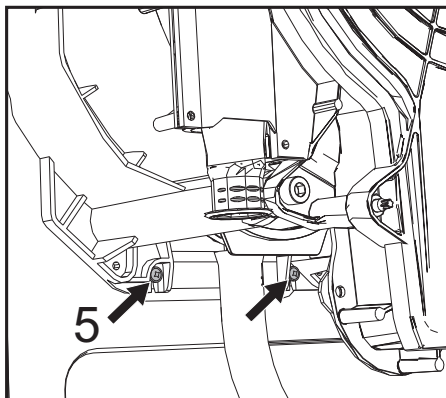

fig. 49
- Afloje los dos tornillos inferiores "5" que fijan el intercambiador al bastidor (fig. 49).